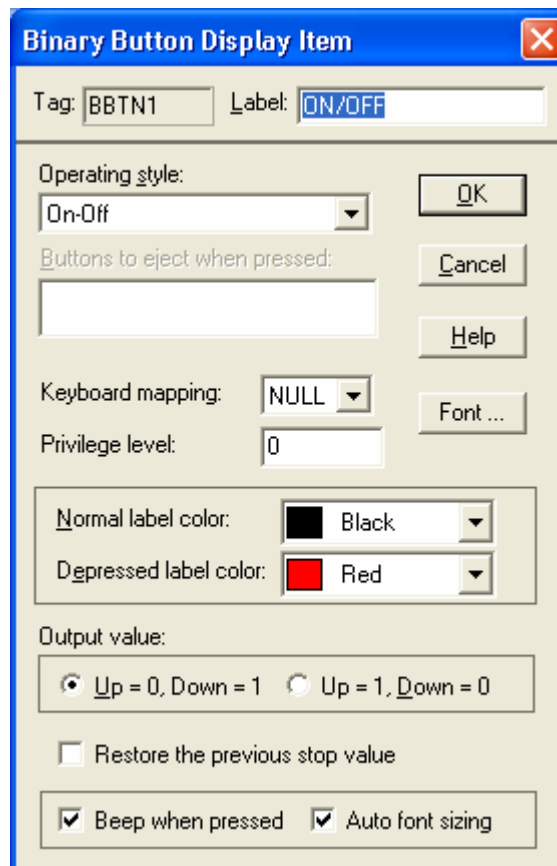

Рис. 4.45. Диалоговое окно конфигурирования кнопки с двумя состояниями
- ❑ нажать клавишу, выбранную в комбинированном списке **Keyboard mapping** диалогового окна настройки параметров кнопки (рис. 4.45).
2. *Второе действие.* Добавьте в окно редактора форм отображения кнопку с двумя состояниями **Binary Button**. Выполните над ней двойной щелчок левой кнопкой мыши и в появившемся диалоговом окне задайте параметры кнопки в соответствии с приведенным ранее рис. 4.45. Для сохранения параметров нажмите кнопку **ОК**.